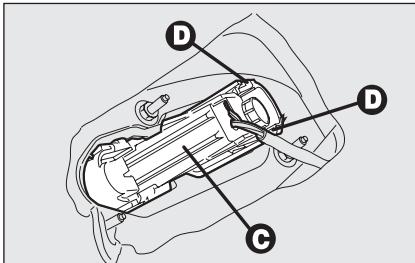

fig. 38
- saque el grupo portalámpara **C-fig. 38** tirando de las lengüetas de fijación **D**.
- vuelva a montar el grupo portalámparas fijándolo correctamente en su posición mediante las lengüetas de fijación **D-fig. 38**;